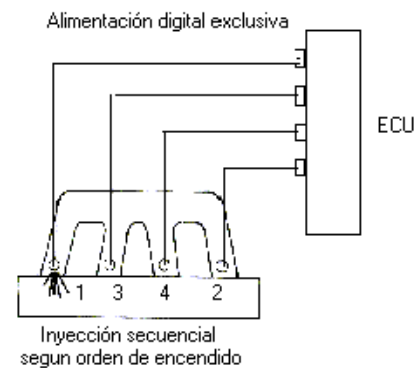

Figura 3.12
- C. **Inyección Secuencial:** la inyección secuencial consiste en la activación de un inyector a la vez, dependiendo del orden de encendido del motor (figura 3.12). Esta es la estrategia más recomendable en los sistemas de inyección.